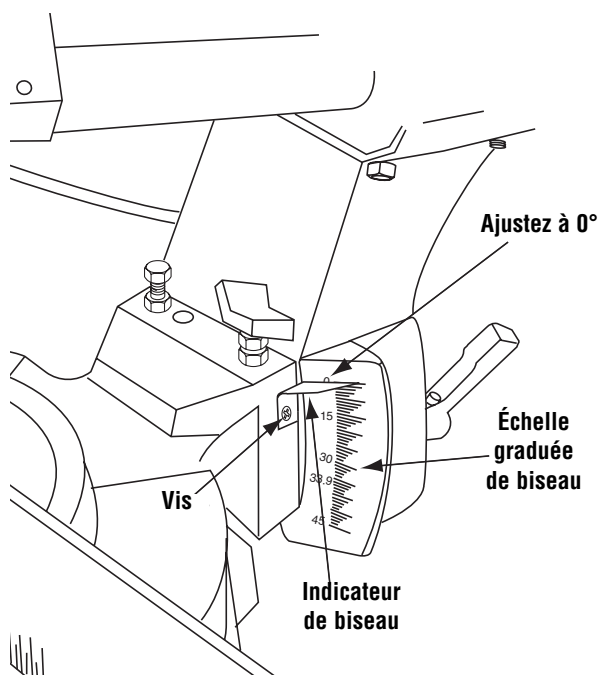

Figure 7. Indicateur de biseau
Cette échelle est moulée dans la scie. Vous aide à lire les angles de biseau. (Figure 7, page 81)
- f. Ajustez l'indicateur de biseau. Desserrez la vis et alignez l'indicateur sur la marque 0°. Serrez la vis (Figure 7).
- e. Assurez-vous que l'indicateur de biseau pointe vers la marque 45° sur l'échelle graduée de biseau (voir Figure 7). Si l'indicateur de biseau n'est pas aligné sur la marque 45°, revérifiez d'abord si la lame est d'équerre par rapport à la table et revérifiez l'alignement de l'indicateur de biseau 0°. Répétez ensuite l'alignement de lame 45° et faites les réglages appropriés.